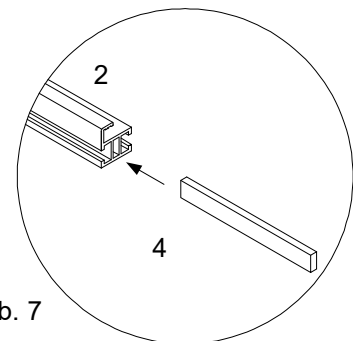

Abb. 7
7. Kontrollieren Sie abschließend den festen Sitz aller Spannklemmen (5) und Schrauben (6, 7, 9).
8. Im Fall, dass mehrere Befestigungsprofile (2) miteinander zu verbinden sind, wird das Verbindungsteil (4) in die entsprechende Führung des Profils eingeschoben (Abb. 7).